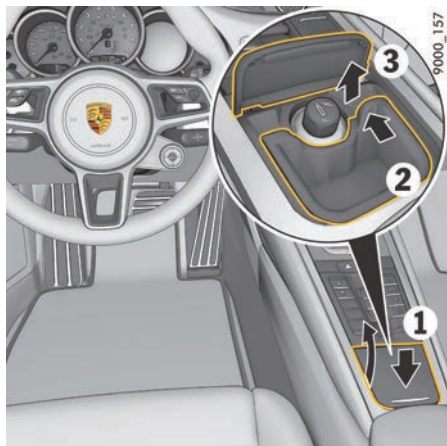

图 203: 打开和清空烟灰缸
1. 点按烟灰缸护盖（图 203、1）。
2. 要解锁烟灰盒，请将烟灰盒的顶部右侧向前按压，直到感觉分开为止（图 203、2 和 3）。